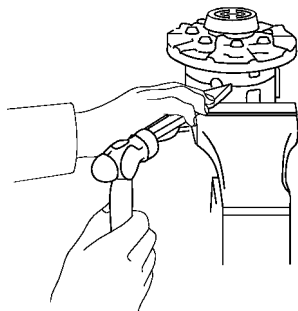

图 14-161 在左、右差速器壳上作上配合记号
(1) 在左、右差速器壳上作上配合记号，如图 14-161 所示。